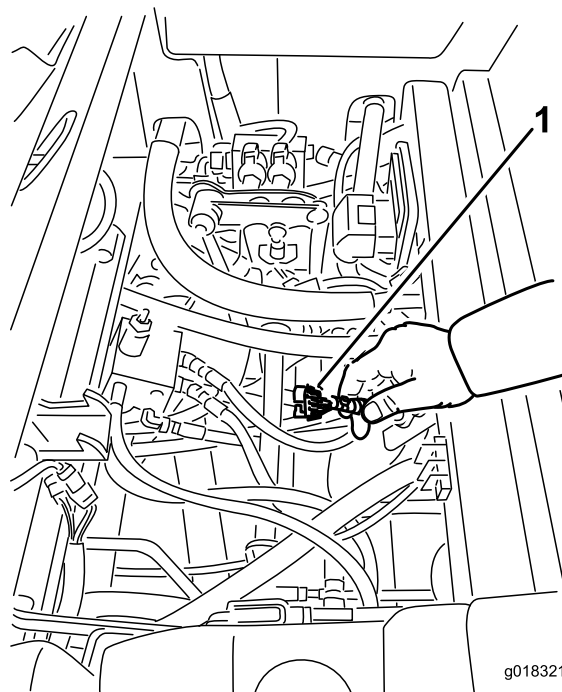

Figura 21
3. Accedete al cablaggio preassemblato ed ai connettori accanto al controller (Figura 21).